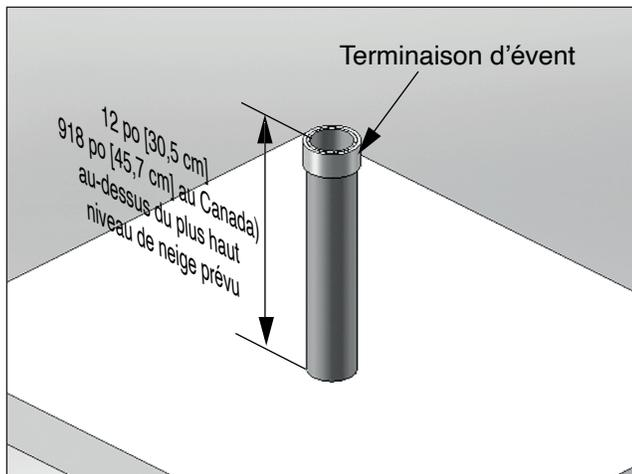

Fig. 15 - Catégorie - IV - Terminaison verticale du tuyau d'évent
3. La tuyauterie de ventilation doit être terminée à la verticale avec un raccord qui accepte une grille aviaire, et elle doit être située de 12 po [30,5 cm] (18 po [45,7 cm] au Canada) au-dessus du niveau de neige prévu le plus élevé, comme illustré **Fig. 15 en page 24 ci-dessous**.
3. Localisez la pénétration du tuyau d'évent de manière à créer les dégagements décrits à la **Fig. 15 en page 24**.
3. La tuyauterie d'évent doit se terminer à la verticale avec un raccord comme illustré à la **Fig. 15 en page 24**.
**N'allongez pas le tuyau d'évent au-dessus du toit, au-delà des dimensions illustrées à la Fig. 15 en page 24. L'exposition prolongée du tuyau d'évent pourrait causer le gel du condensat et bloquer le tuyau d'évent, entraînant des dommages matériels substantiels, des blessures graves ou la mort.**